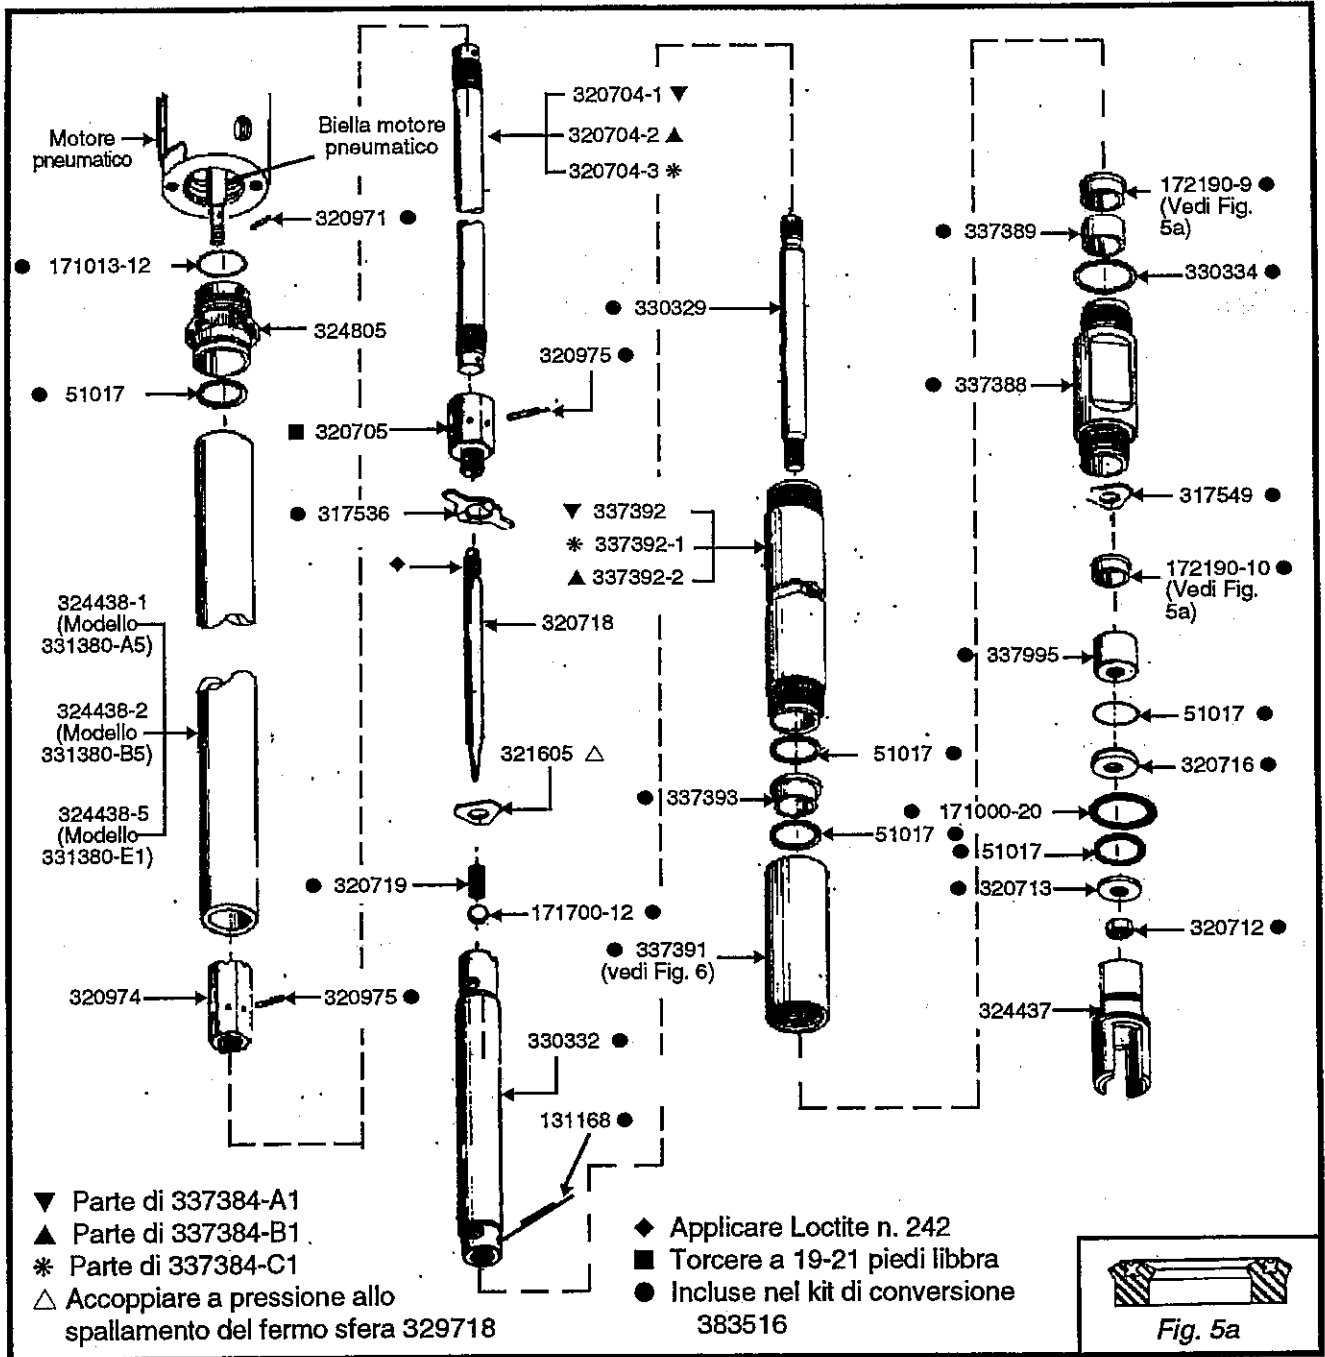

Figura 5: Riasssemblaggio del tubo della pompa 337384-A1, 337384-B1 o 337384-C1
(Figura 5)
RIASSEMBLAGGIO DEL TUBO DELLA POMPA (FIGURA 5)
14. Inserire il rinforzo 330334 sull'estremità dell'estensione 337388 dopo aver esposto il metallo oltre l'estremità delle filettature (vedi Figura 5 per il corretto orientamento dell'estensione).
22. Ungere a volontà l'asta d'innescò 330329. Inserire la valvola e il rinforzo sull'asta (vedi Figura 5 per il corretto orientamento della valvola).